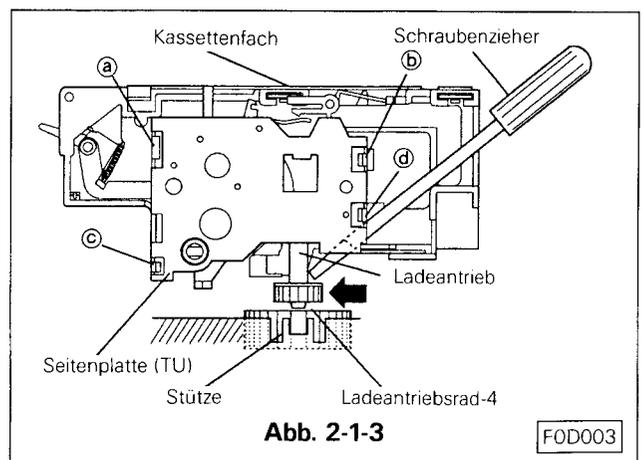

Abb. 2-1-3
- Bringen Sie das Kassettenfach über die Positionslöcher ⑤ und ⑥, und schieben Sie es mit den beiden U-Löchern ⑦ und ⑧ placent an der Front rechts und links unter die Befestigungsspinne. (erst die linke Seite)
- Das Kassettenfachantriebsrad ist nach Abschnitt B. in den meisten Fällen noch nicht in dem Halter fixiert. In diesem Falle bewegen Sie das Antriebsrad durch drücken in Richtung vorwärts, damit es im Antrieb einrastet. Siehe Abb. 2-1-3 ist es wie oben beschrieben nicht möglich, das Antriebsrad einrasten zu lassen, schieben Sie das Antriebsrad 4 a etwas unter das Deck und das Kassettenfachantriebsrad ist sehr einfach zu fixieren.
- Das Kassettenfach mit den Schrauben ①, ②, ③ und ④ befestigen.
2-2-1 Ausbau (siehe Abb. 2-1-3, 2-2)
- Die Halteschnapper ①, ②, ③ und ④ der Platte an der Aufwickelseite des Kassettenfaches lösen und die Platte entfernen. (Siehe Abb. 2-1-3)
2-2-2 Einbau (siehe Abb. 2-1-3, 2-2)
- Die Seitenplatte am Kassettenfach Aufwickelseite aufsetzen und in die Schnapper ①, ②, ③ und ④ einrasten. (Siehe Abb. 2-1-3)